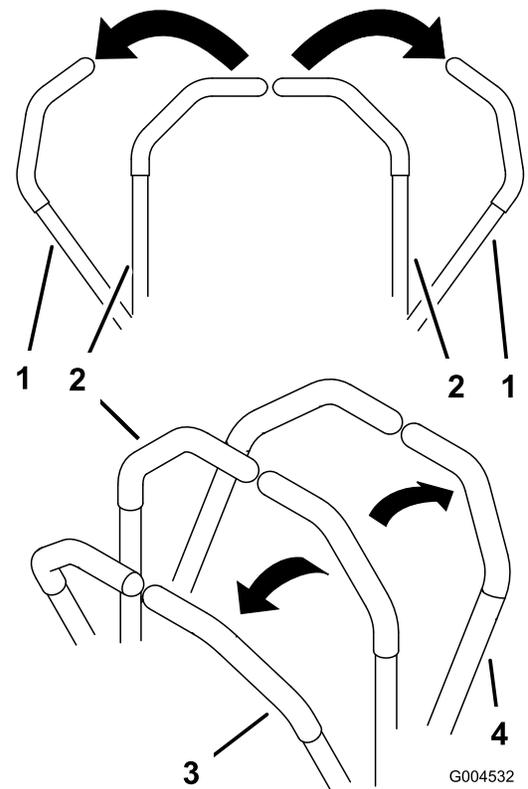

Bild 15
- Schieben Sie für das Vorwärtsfahren die Fahrtriebshebel langsam vorwärts (Bild 15).
Wenden Sie zum Geradeausfahren auf beide Fahrtriebshebel denselben Druck an (Bild 15).
Bewegen Sie zum Wenden den Fahrtriebshebel in Richtung Neutral, in dessen Richtung Sie wenden möchten (Bild 15).
2. Ziehen Sie zum Rückwärtsfahren die Fahrtriebshebel langsam nach hinten (Bild 15).
Verringern Sie zum Wenden den Druck auf den Fahrtriebshebel an der Seite, in deren Richtung Sie wenden möchten (Bild 15).